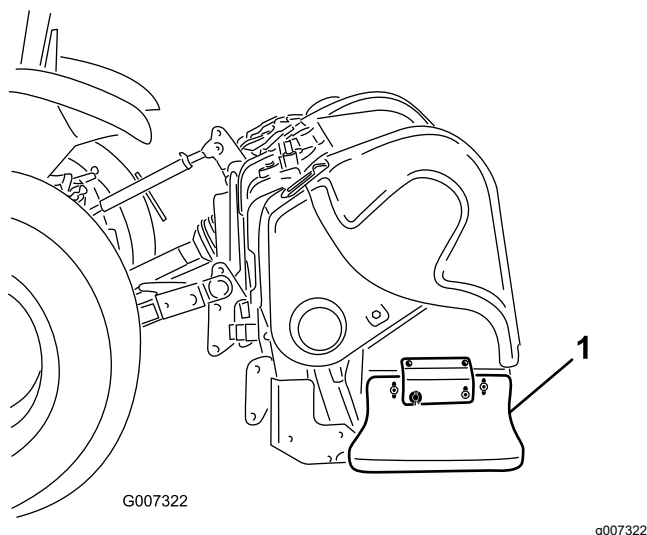

Figura 40
1. Solte as cavilhas e as porcas que fixam o resguardo lateral à estrutura (Figura 40).